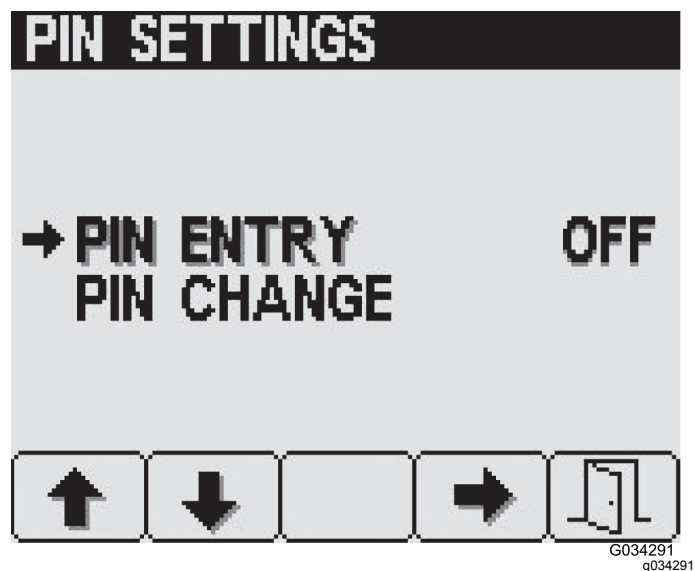

図 31
- PIN 設定画面から、ボタン 4 を押して「ピンを入力」PIN Entryを選択し、PIN をON または OFF にする 図 31。